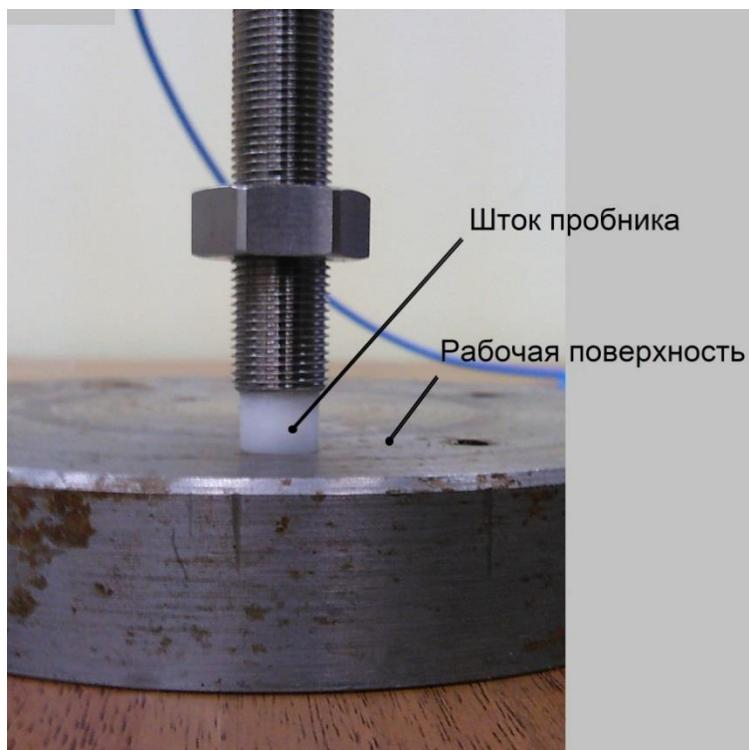

Рис. 4.5 Пробник прижат к рабочей поверхности, зазор равен нулю
- Стока «Точка 1»: плотно прислонить шток пробника к рабочей поверхности (Рис. 4.5), в колонку «Эталонное значение» занести значение «0» (что означает нулевое расстояние до рабочей поверхности), в колонку «Измеренное значение» занести показание вольтметра.